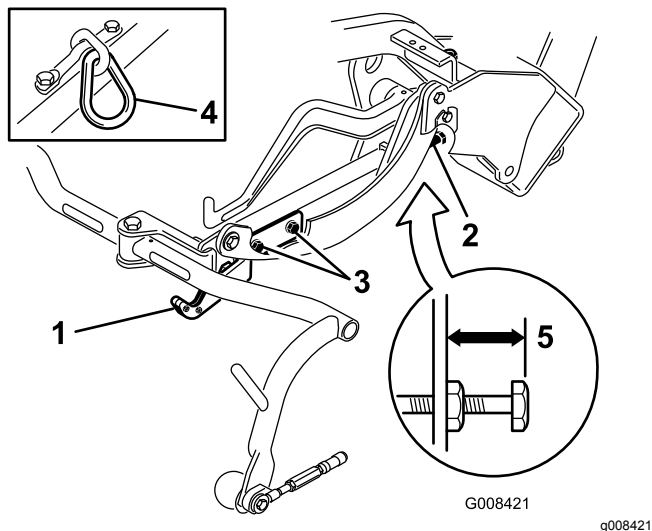
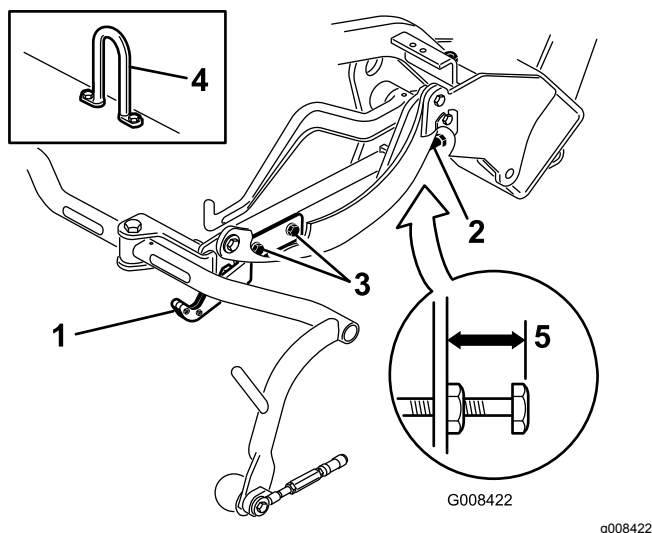

Figure 13
Figure 14
Vérifiez la hauteur de transport (Figure 13 et Figure 14) et ajustez-la au besoin.
3. Sur les unités de coupe équipées d'un maillon de chaîne ou d'un crochet de levage droit (Figure 13 et Figure 14, détails), vérifiez qu'un
4. Desserrez les vis de fixation de la plaque de transport (Figure 13, Figure 14 et Figure 12).
7. Si les bâtis porteurs ne sont pas tous à la même hauteur, desserrez l'écrou de blocage de la vis de réglage sur chaque bâti (Figure 12, Figure 13 et Figure 14). Tournez la vis vers l'extérieur pour élever le bâti ou vers l'intérieur pour l'abaisser. Serrez l'écrou de blocage une fois que vous avez obtenu la hauteur correcte.